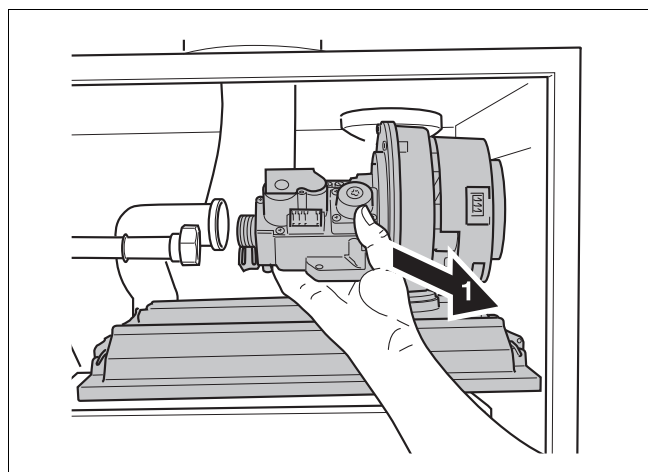

Fig. 104 Aftagning af brænderafdækning med gas-/luftenhed
- Aftagning af brænderafdækning med gas-/luftenhed (fig. 104).